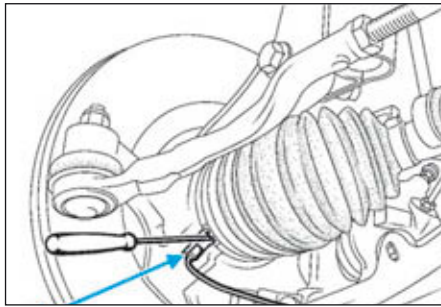

FIG.5
- Débrancher le connecteur du capteur de vitesse de roue (1) (Fig.5).